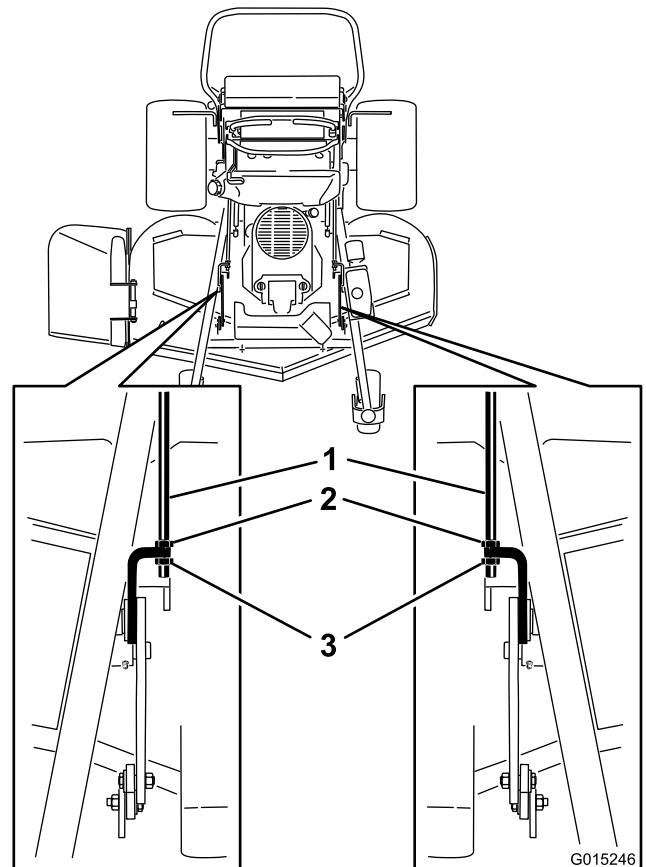

Figura 95
3. Para carcasas de corte de 122 y 132 cm (48 y 52 pulgadas), afloje las tuercas delanteras y traseras de las varillas de ajuste (Figura 95).
Nota: El peso de la carcasa de corte debe descansar sobre los tres listones de madera (Figura 95).
8. Si las dimensiones no son correctas, ajuste las tuercas delanteras y traseras en cada lado hasta obtener la inclinación longitudinal correcta (Figura 95).